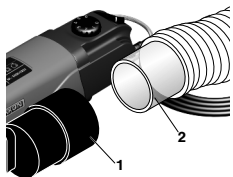

Fig. 7
1. Teile des Anschlußadapters **1** (Fig. 7) zusammenstecken.